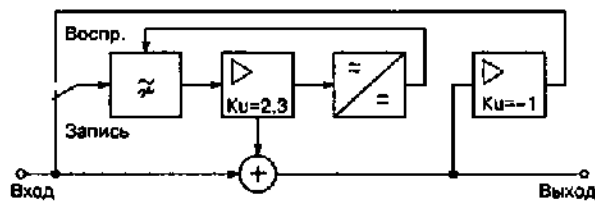
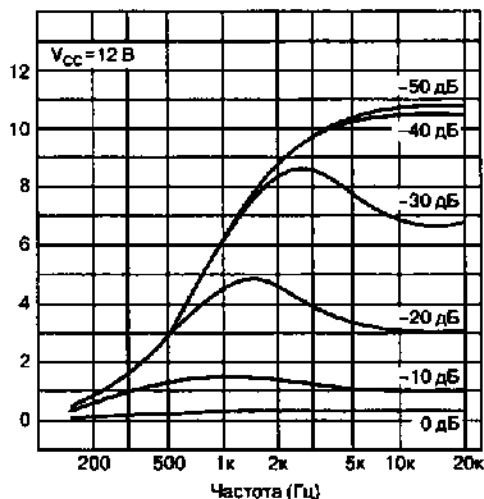
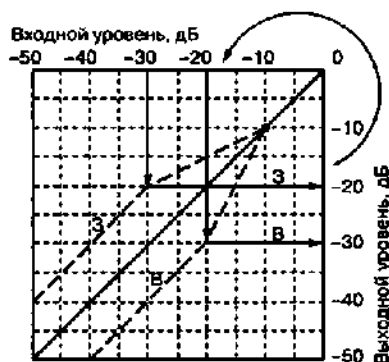

Рис. 2.12. Блок-схема Dolby B
Рис. 2.15. Стандартные АЧХ кодера Dolby B
Рис. 2.16. Амплитудно-амплитудные характеристики кодера и декодера Dolby B
Принцип Sliding Band не так прост и очевиден, его легче объяснить по блок-схеме Dolby B (рис. 2.12) в режиме записи, помня, что характеристики в режиме записи и воспроизведения взаимнообратны. Итак, сигнал записи разделяется на два канала — основной канал
- ♦ и через канал дополнительной обработки, содержащий (см. соответствие блок-схеме рис. 2.12) ФВЧ (вход — точка А, выход — точка В), двухтранзисторный усилитель.
Формируемые на синусоиде при разных входных уровнях стандартные АЧХ кодера Dolby B показаны на рис. 2.15. В режиме воспроизведения связи между каскадами схемы изменяются (см. рис. 2.12). Точка А разрывается, и вход ФВЧ соединяется с общей точкой резисторов 14 и 18 через инвертор с единичным коэффициентом передачи (каскад с ОЭ по типу 30, но с равными резисторами в цепях эмиттера и коллектора).
Поэтому вместо суммирования сигнал дополнительного канала вычитается из входного. Результирующая АЧХ декодера Dolby B приобретает вид, обратный рис. 2.15. Для достаточно высокой фиксированной частоты асимптоты амплитудно-амплитудных (далее — просто амплитудных) характеристик кодера и декодера изображены на рис. 2.16.
Глубину шумопонижения на конкретной частоте в отсутствие сигнала (паузе) можно оценить по самой верхней кривой на рис. 2.15:
На этом рисунке, как и на рис. 2.16, буквами З и В обозначены режимы записи (кодер) и воспроизведения (декодер), а суммарная амплитудная характеристика выполнена утолщенной сплошной линией.
Первая причина — максимум спектра шумов канала записи-воспроизведения кассетного магнитофона лежит в верхней половине звукового диапазона и это «шипение» (спектр выше 1 кГц) эффективно подавляется Dolby B на 10 дБ (см. рис. 2.15). Но если подавить этот же частотный диапазон еще на 10 дБ, то общий уровень шума понизится всего на пару-тройку дБ — начнут сказываться неподавляемые шумы в области средних частот («рокот, шуршание, грохот»).
Первая из отмеченных причин-недостатков устранена путем снижения на две октавы начальной частоты среза управляемых ФВЧ — с 800 до 200 Гц. Вторая причина устранена разносом зон динамического сжатия (см. рис. 2.16) по уровню сигнала.